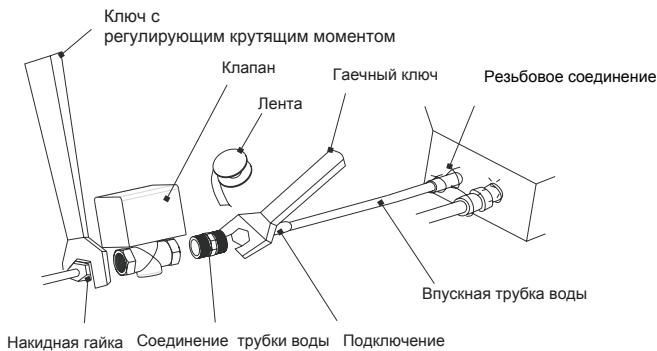

Рис.12
(1) Подключение клапана с приводом должно быть выполнено как показано на Рис.12: сначала соедините один конец трубного соединения с патрубком подачи воды на блоке, а к другому подсоедините клапан с электроприводом, затем, на конец клапана с электроприводом закрутите конусную гайку. Во время установки, используйте гаечный ключ и ключ с регулирующим крутящим моментом; крутящий момент должен быть в пределах 90 н·м². Убедитесь в безопасном соединении.
(2) Трубное соединение и клапан имеют резьбу 3/4". До соединения рекомендуется обернуть резьбу тefлоновой лентой для лучшего уплотнительного эффекта.
(3) После надежного соединения труб, клапана, впускной и выпускной трубы воды, запустите водяной насос наружного блока, чтобы проверить его на наличие утечки.
(4) И , наконец, оберните губкой клапан с электроприводом и трубку для теплоизоляции.